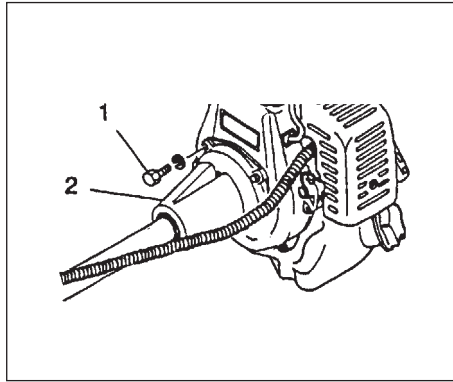

Fig. 1-1B
#### Drivaksel til motor for CG47EJ (T) (Fig. 1-1B)